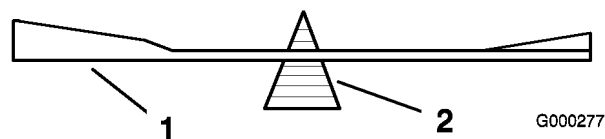

Bild 79
2. Überprüfen Sie die Auswuchtung des Schnittmessers auf einer Ausgleichsmaschine (Bild 79). Wenn das Schnittmesser in